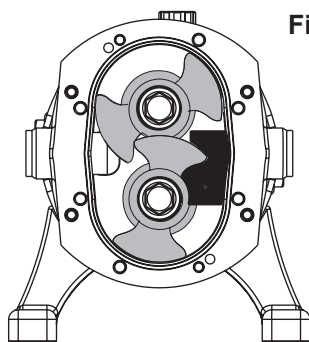

Fig. 8
5. Flyt rotorlåsen som vist på fig. 8.
6. Løsn møtrikken (50) på den drevne aksel (39).
7. Afmonter spændskiver (49) og møtrikker (50).
8. Afmonter rotorerne (35) som beskrevet i afsnit 4.2.
10. Afmonter rotorhus (9) og olietætningspladen (10) som beskrevet i afsnit 4.3 og 4.7
11. Afmonter akslerne (38,39) fra lejekonsollen (13) ved at påføre stor kraft direkte på den bagerste ende af akslerne. Dette vil medføre, at lejerne løsnes, aksel med lejer udtages.
13. Rengør lejesæderne i lejekonsollet (13) og på akslerne (38,39).
14. Monter de nye yderringe (45b, 48b) og afstandscylinder (47) i lejekonsollet (13).